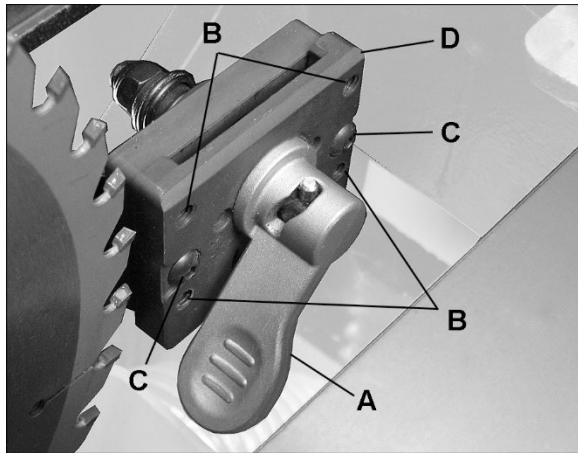
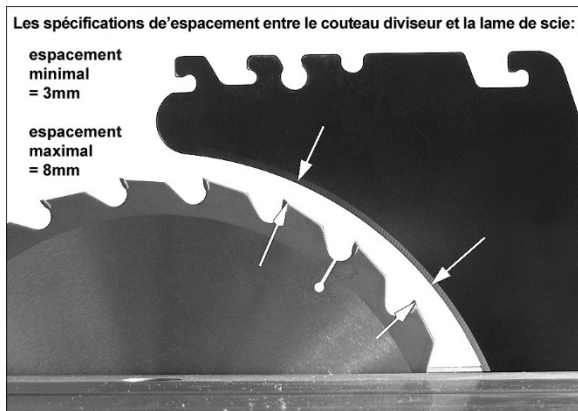

Figure 8-8
Figure 8-9
3. Tirez le levier (A, Figure 8-8), puis retirez le couteau séparateur, en notant la direction vers laquelle le couteau séparateur doit être déplacé afin de l'aligner avec la lame de scie.
4. Utilisez une clé hexagonale de 3 mm pour effectuer des réglages sur quatre vis de pression (B, Figure 8-8). Réglez l'une des vis de réglage nécessaires pour aligner le couteau séparateur avec la lame de scie.
5. Réintroduisez le couteau séparateur, fixez celui-ci en serrant le levier (A) et vérifiez l'alignement à chaque fois que vous êtes à l'étape 2.
L'espace entre la lame de la scie et le couteau séparateur doit être d'une largeur se trouvant entre 3 mm (0,12 po) et 8 mm (0,32 po). Voir la Figure 8-9.
8. Utilisez une clé hexagonale de 3 mm pour desserrer deux vis bouton à pans creux (C, Figure 8-8). Cela permettra au pinceur de travail (D) de bien glisser dans les deux sens sur la base fixe.
- Faites glisser le pinceur de travail (D) en s'approchant ou en s'éloignant de la lame de la scie, au besoin. Essayez de rendre les écarts aussi réguliers que possible.
9. Resserrer les vis (C).
10. Réinsérez le couteau séparateur; engagez le levier (A) et vérifiez que l'espace entre la lame de scie et le couteau fait entre 3 et 8mm (Figure 8-9).